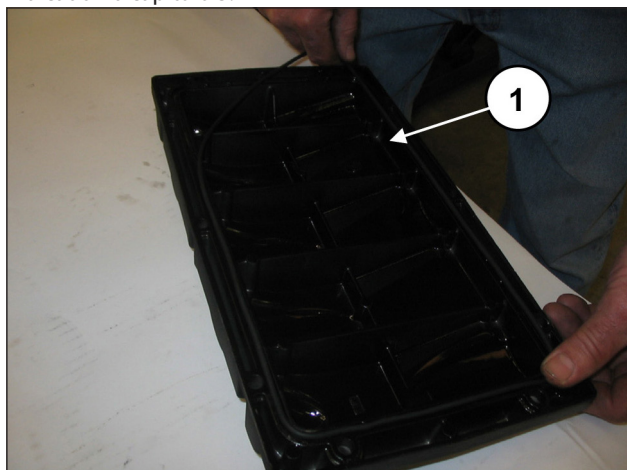
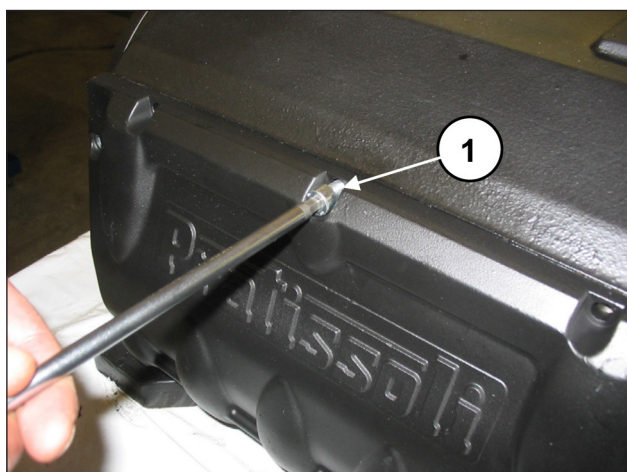

Fig. 74
Fig. 75
Insira o anel circular na cobertura posterior (pos. ①, Fig. 74), e fixe-o ao carter, mediante dez parafusos M8x18 (pos. ①, Fig. 75).